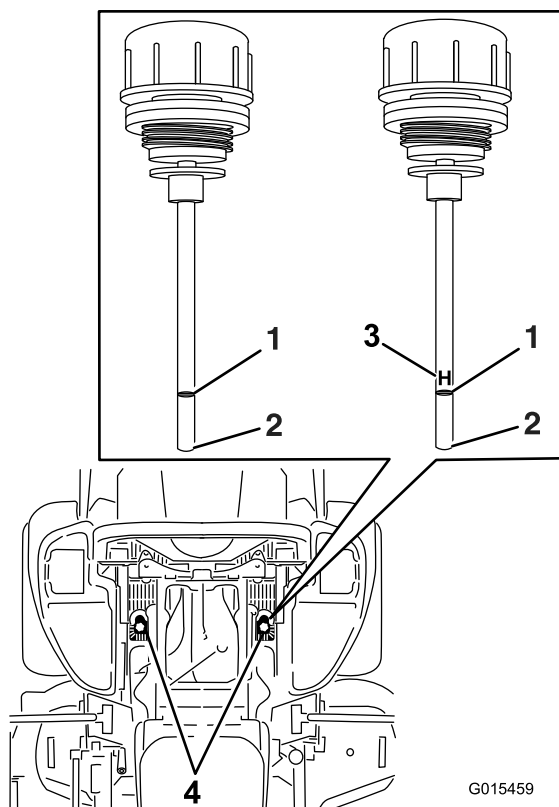

Figure 89
5. Nettoyez la surface autour des jauges des réservoirs du système hydraulique (Figure 89).
6. Sortez une jauge du réservoir hydraulique (Figure 89).
8. Ressortez la jauge et examinez l'extrémité (Figure 89).